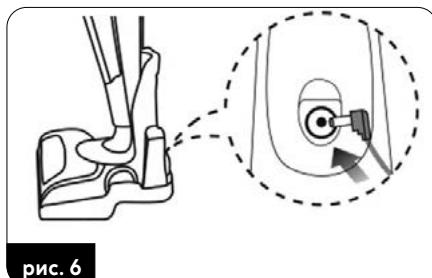

рис. 6
- Подсоедините кабель зарядного устройства (17) к разъему зарядного устройства (20) на док-станции (рис. 6).